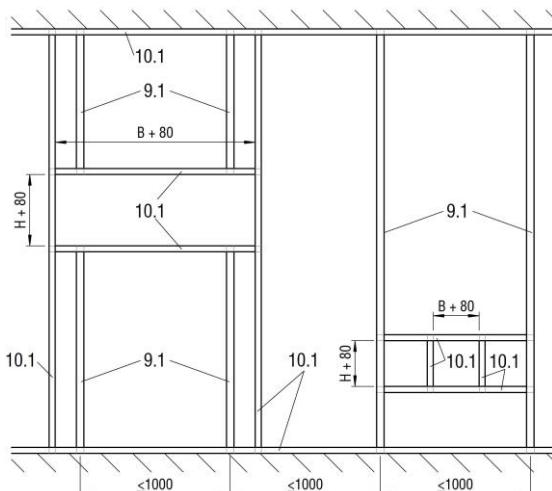

Figure 35 : Ossature métallique avec les pièces de remplacement nécessaires pour le montage scellé (cloison pour gaine technique)
- Réaliser une ossature métallique et le mur conformément aux instructions du constructeur du mur et prévoir les pièces de remplacement selon Figure 35.
- Réaliser le parement du mur (pos. 12.1) et le doublage (pos. 49.5) ainsi que l'ouverture pour l'installation du BKA-Ü.
- Si nécessaire, fixer une butée de remplissage sur le côté opposé au côté commande du BKA-Ü (pos. 1) (ne doit pas être vissée au boîtier du BKA-Ü. La butée de remplissage n'est pas requise pour la protection contre les incendies).
- Pour le masticage, utiliser un matériau identique à celui du mur (pos. 43 ; la fente doit être complètement remplie de plâtre). Les joints des doublages doivent également être mastiqués avec un matériau de masticage adapté à celui du mur.